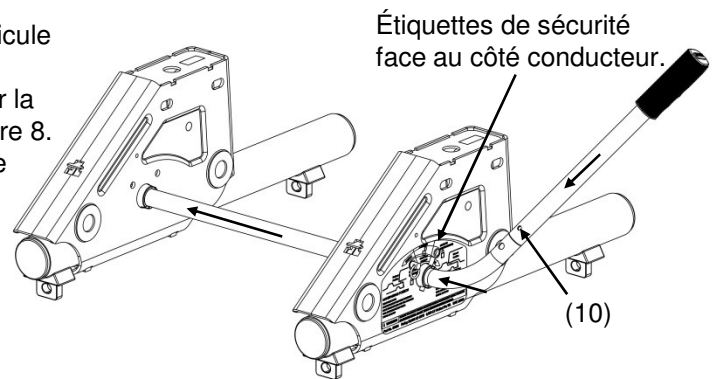

Figure 8
3. Avant de fixer la REESE™ Fifth Wheel Slider dans le lit de la camionnette. Insérer la poignée coudée (3) à travers les conducteurs assemblage latéral (2) (côté conducteur du véhicule tracteur) et ensuite à travers l'assemblage de glissière de passagers latérale (1). Faites glisser la poignée droite (9) sur la poignée coudée (3). Installation de goupille (10). Voir la Figure 8.